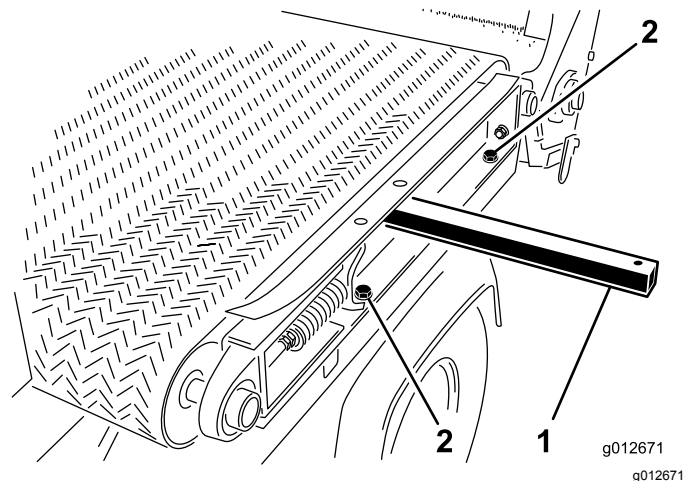

Figure 29
5. Sur le côté gauche de la machine, desserrez les 2 vis et les 2 rondelles qui fixent le rail du cadre coulissant à l'aile gauche (Figure 29).
1. Insérez une barre de levage dans le trou du rail de cadre coulissant gauche et levez la barre pour incliner légèrement le rail ; voir Figure 29 dans Démontage du plateau coulissant (page 25).